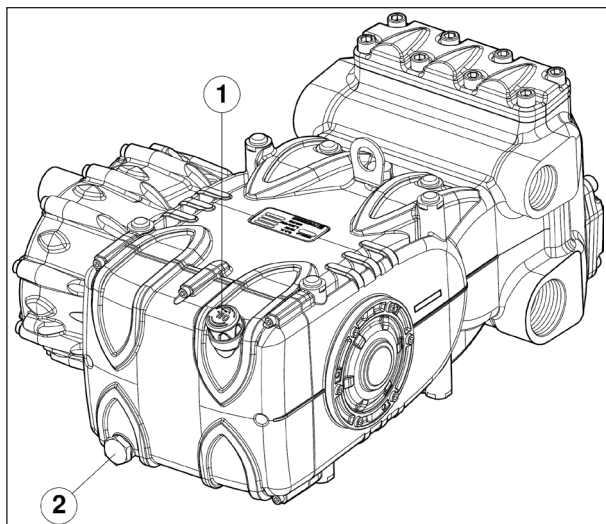

Fig. 3
Verifique o nível de óleo, e se necessário, reabasteça através da haste do nível do óleo pos. ①, Fig. 3.
O controle correto do nível do óleo é realizado com a bomba em temperatura ambiente, a troca do óleo é feita com a bomba em temperatura de trabalho, removendo o tampão pos. ②, Fig. 3.